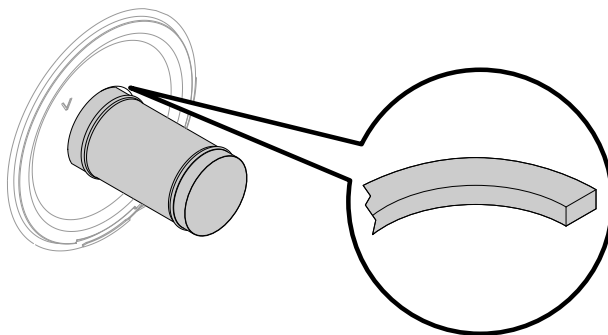

Abb. 26
1. Verschraubung ① vom Gasanschlussrohr lösen.
3. Metallgewebe des Flammkörpers ② auf Beschädigung prüfen.
4. Falls erforderlich, Flammkörper ② austauschen. Spalt zwischen Flammkörper und Wärmedämmblock mit der Flammrohrabdichtung ausstopfen. Siehe Abbildung 26.